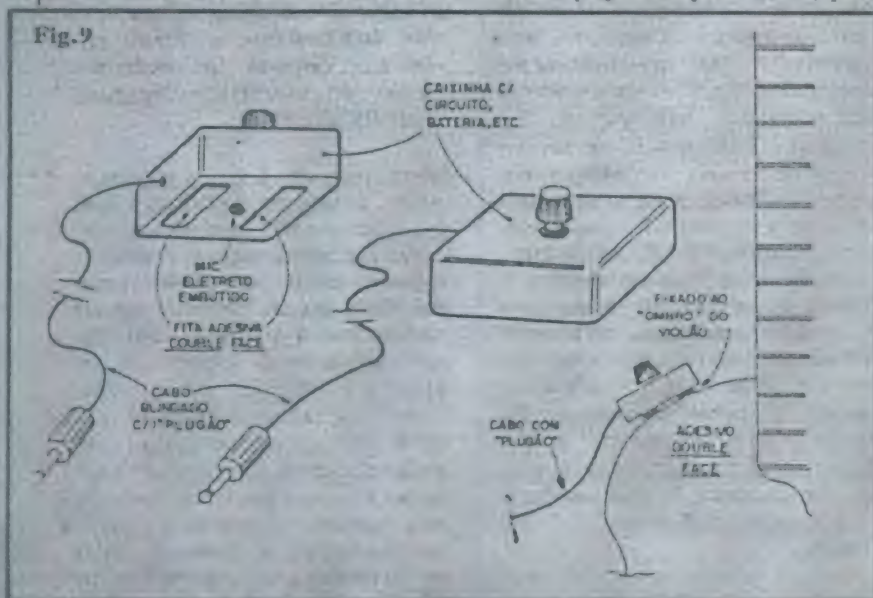

Fig. 9
- FIG. 9 - OPÇÃO DE ACOPLAMENTO EXTERNO DO CAPAV - Alguns de Vocês preferirão não "mexer" no instrumento, realizando o CAPAV de forma totalmente autônoma... Nesse caso, basta instalar o circuito como um todo (incluindo bateria, potenciômetro, microfone, etc.) numa caixinha plástica de dimensões compatíveis, conforme sugere a ilustração... Convém que o acabamento e o acoplamento da caixinha sejam feitos conforme sugere a figura, ficando o microfone posicionado junto a um furo feito na base do container, entre dois pedaços de fita adesiva double face (usados para fixação provisória ou "semi-permanente" ao violão). O potenciômetro (com a chave "liga-desliga" do circuito incorporada...) pode ficar na face principal da caixinha (lado oposto ao fixado ao instrumento...), enquanto que o cabo coaxial longo (com "plugão" na ponta livre...) pode